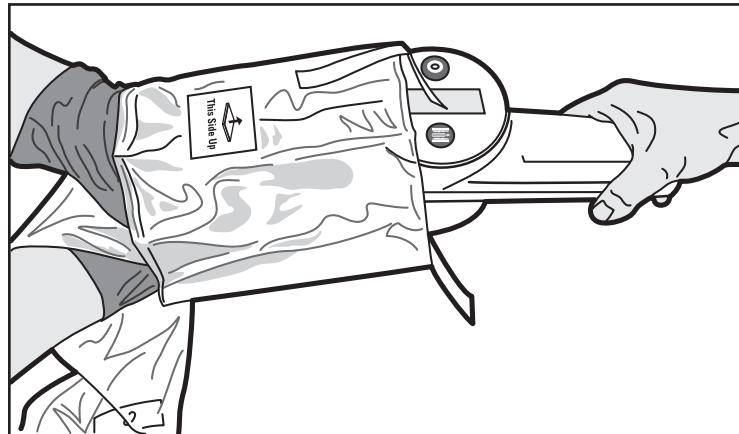

Figure 4. Insertion de l'unité d'entraînement à moteur MDU5 PLUS
5. L'opérateur hors du champ stérile place alors l'unité d'entraînement à moteur MDU5 PLUS dans l'ouverture en positionnant l'unité MDU5 PLUS de manière à ce que le dessus de l'unité soit aligné avec l'étiquette « This Side Up » (Haut) figurant sur la poche (figure 4).